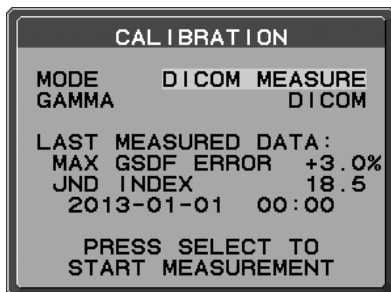

図 13
2. キャリブレーションモードで DICOM MEASURE を選択します。(図 13)